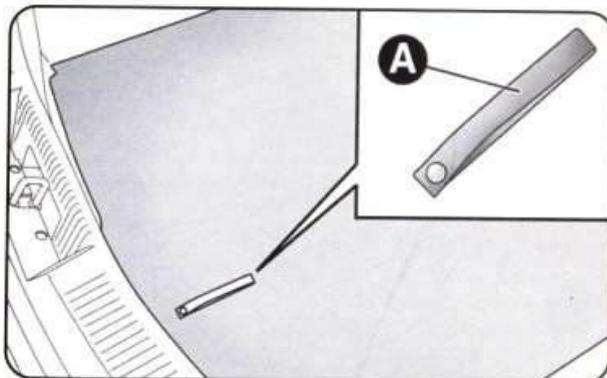

рис. 2
- откройте дверь багажного отделения, потянув за ремень А (рис. 2), поднимите ковровое покрытие;